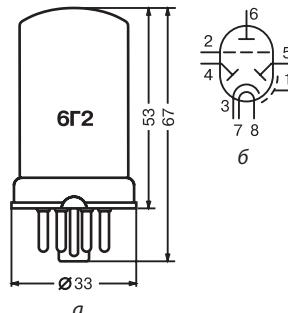

Рис. 2.6. Лампа 6Г2:
**Лампа 6Г2 (рис. 2.6)** разработана для детектирования и усиления напряжения низкой частоты. Применяется в приемо-усилительной и измерительной аппаратуре.